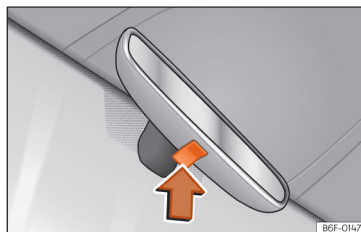

Fig. 111 Funcția de reglare manuală anti-orbire a oglinzii retrovizoare
- Pentru a întuneca oglinda retrovizoare, apăsați butonul de actualizare a oglinzii » » » **fig. 111** (săgeată).